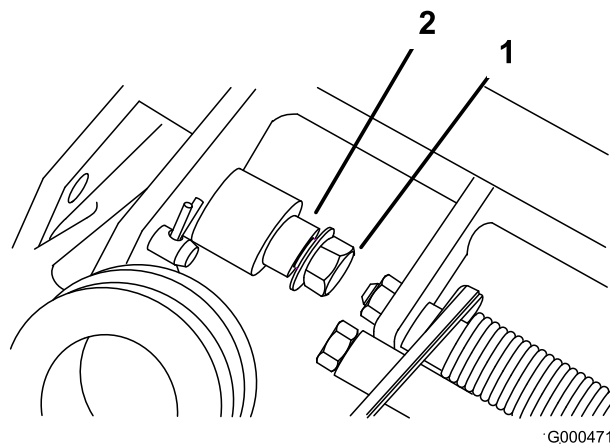

Bild 4
1. Nehmen Sie die Sicherungsbundmutter von der Schraube ab, und drehen Sie den Stift an jeder Seite des Rasenmähers (Bild 4).